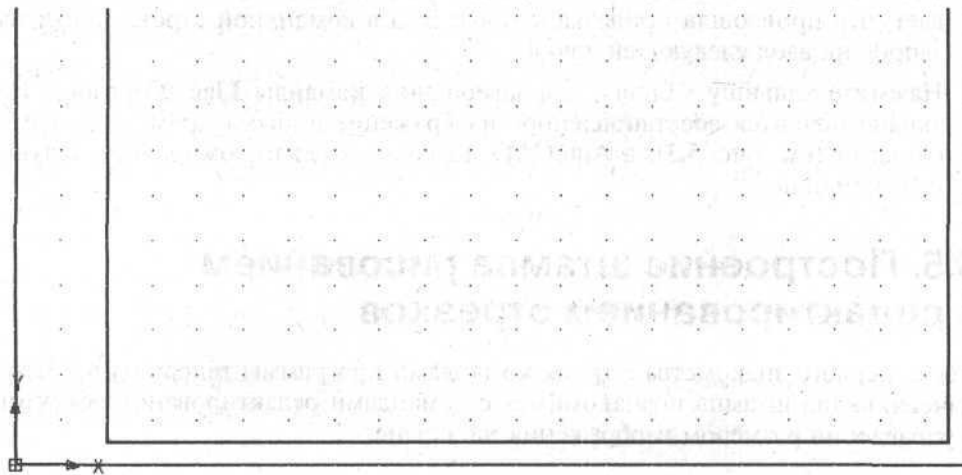

Рис. 5.7. Нижняя часть чертежа после выделения рамкой
4. Укажите противоположный угол рамки так, чтобы в нее потом поместилось все изображение штампа (рис. 5.7).